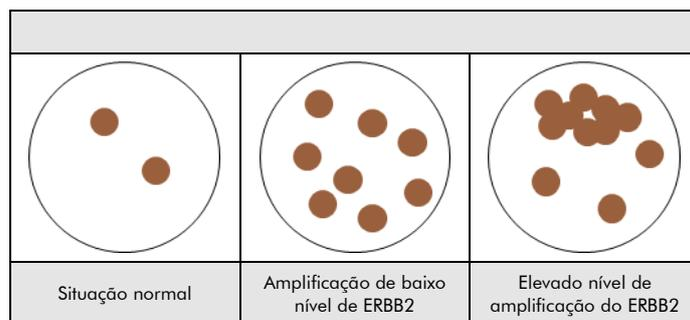

Fig. 2: Resultados esperados em núcleos normais e anormal
**Situação normal**: Nas interfases de células normais ou de células sem uma amplificação que envolva a região do gene ERBB2, aparecem dois sinais castanhos distintos em forma de pontos (ver Fig. 2).
**Situação anormal**: In cells with an amplification of the ERBB2 gene region or polysomy of chromosome 17, an increased number of the brown signal or brown signal clusters will be observed (ver Fig. 2).